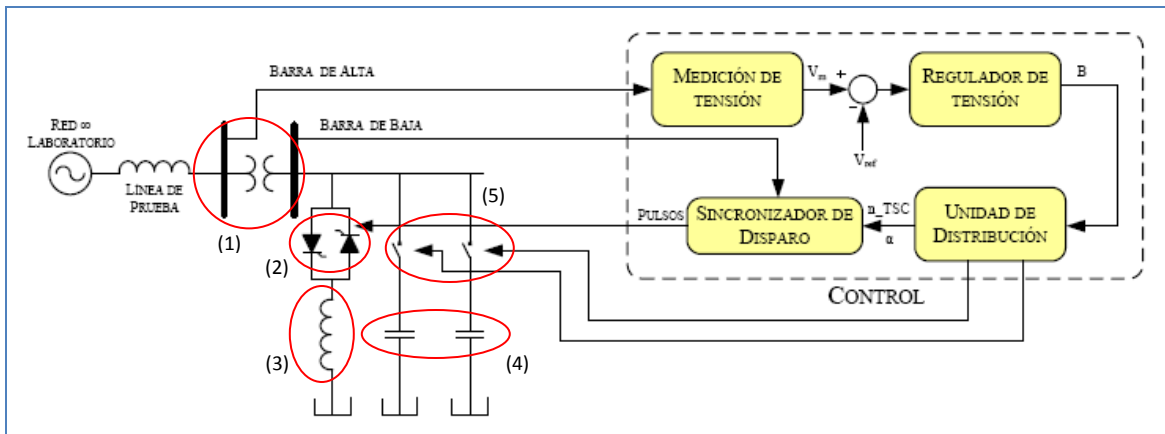

Figura C.5: Diagrama funcional SVC.
En la Figura C.5 se muestra un diagrama funcional del SVC.
En este diagrama queda un poco más claro el funcionamiento del SVC, al utilizar la simbología de circuitos para representar los elementos analógicos del sistema. Los distintos elementos analógicos (transformador de bajada (1), arreglo de tiristores (2), banco reactores (3), bancos de condensadores (4), relés (5)) se muestran en la Figura C.5. Los bloques en amarillo representan los circuitos necesarios para el control automático del SVC. Con respecto a dichos bloques en amarillo: